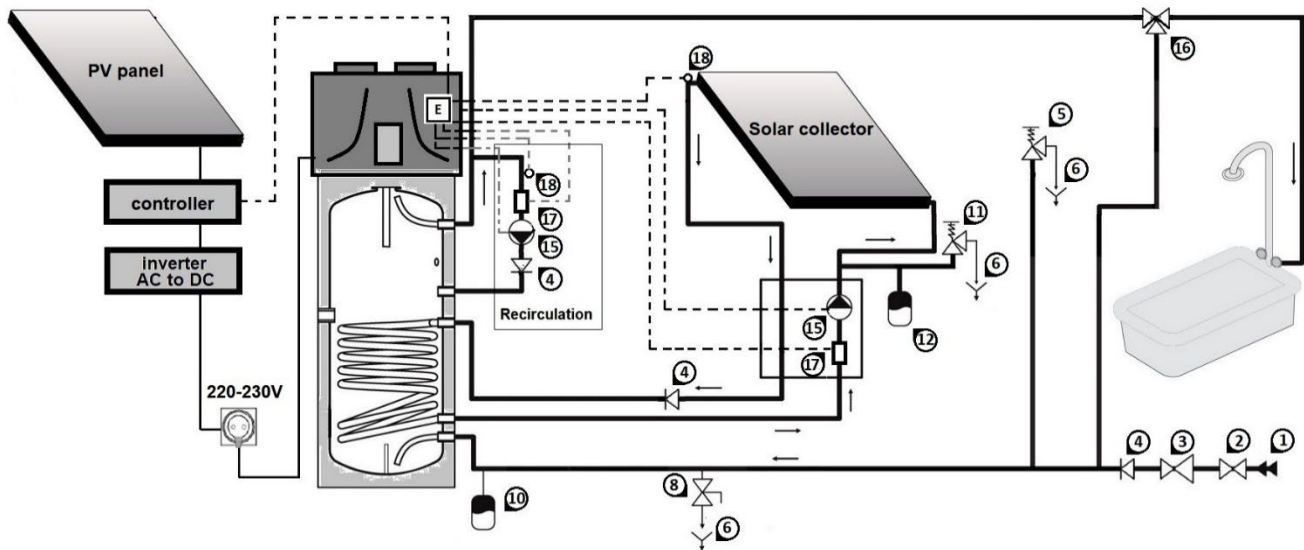
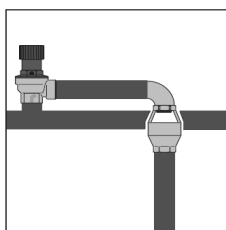

Fig. 8 Connexion au système d'alimentation en eau et au capteur solaire
Fig.8a
L'illustration suivante (Fig. 8) montre un exemple de raccordement au système de distribution de l'eau
- L'installateur du système doit impérativement installer une soupape de décompression de 8 bars sur le tuyau d'entrée de l'eau froide (Fig. 8).
**NOTE:** La soupape de décompression doit être ouverte manuellement régulièrement pour éviter l'accumulation de tartre et / ou l'obstruction (Fig. 8).
**NOTE:** La soupape de vidange 6 (Fig.8) de la soupape de décompression doit être installée avec une inclinaison continue vers le bas et dans un endroit où elle sera protégée du gel. L'utilisation d'un siphon spécial (Fig.8a) est obligatoire!
**ATTENTION ! La pompe à chaleur pour la production d'eau chaude sanitaire est capable de chauffer l'eau à plus de 60 ° C. L'installation d'une valve mélangeur thermostatique automatique 16 (Fig. 8) à la sortie de l'eau chaude est recommandée pour la protection contre la combustion**
Remplissez le réservoir d'eau en ouvrant le robinet d'entrée 2 (Fig. 8) et le robinet d'eau chaude dans votre salle de bain. Le réservoir d'eau est plein, lorsqu'à travers le robinet d'eau chaude dans la salle de bain commence à sortir uniquement de l'eau sans air. Vérifiez qu'il n'y a pas de fuites des joints et des connexions. Serrez les boulons ou les connexions si nécessaire.